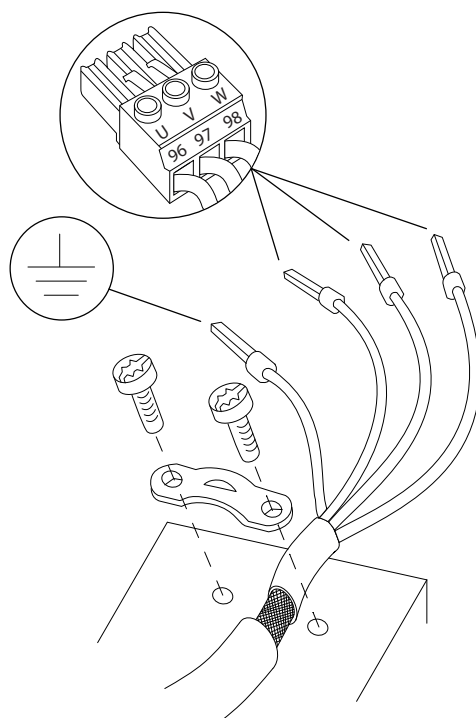

图 6.14 电机连接
4. 将三相电机线路连接到端子 96 (U)、97 (V) 和 98 (W) 上，如图 6.14 所示。